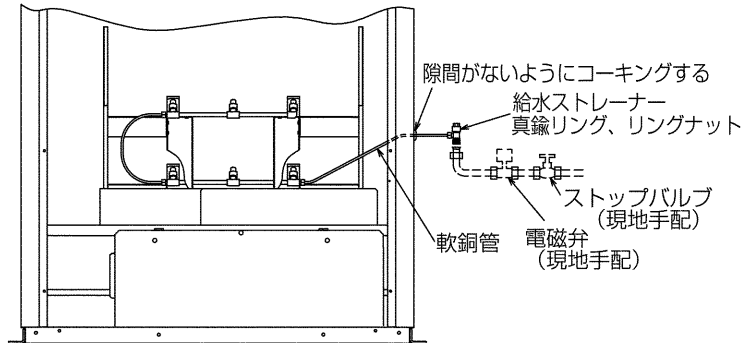

図1
- 1) 付属の給水ストレーナーをサイドパネルから引出している軟銅管の先端部に真鍮リング、およびリングナットにて接続してください。(図1)